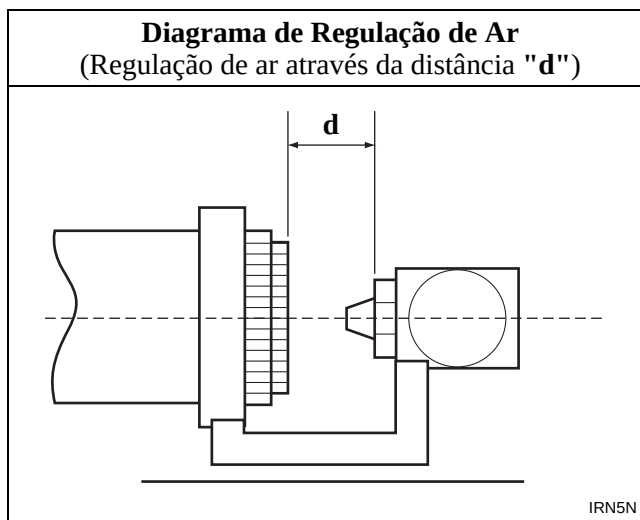

Figura 10
1. Consulte a *Tabela 5*, *Tabela 6* e a *Figura 10* para determinar o ajuste e a taxa de fluxo.